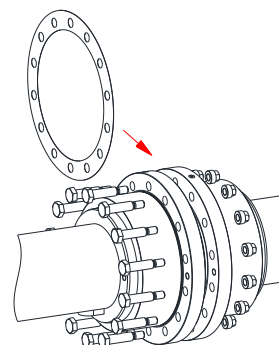

Fig. 31
- Insérer le joint plat (composant 5) et visser les manchons ou le manchon et le moyeu à flasque à l'aide des vis calibrées six pans (composant 3) et des écrous (composant 4) en respectant les couples de serrage mentionnés (tableau 9) (voir fig. 31).